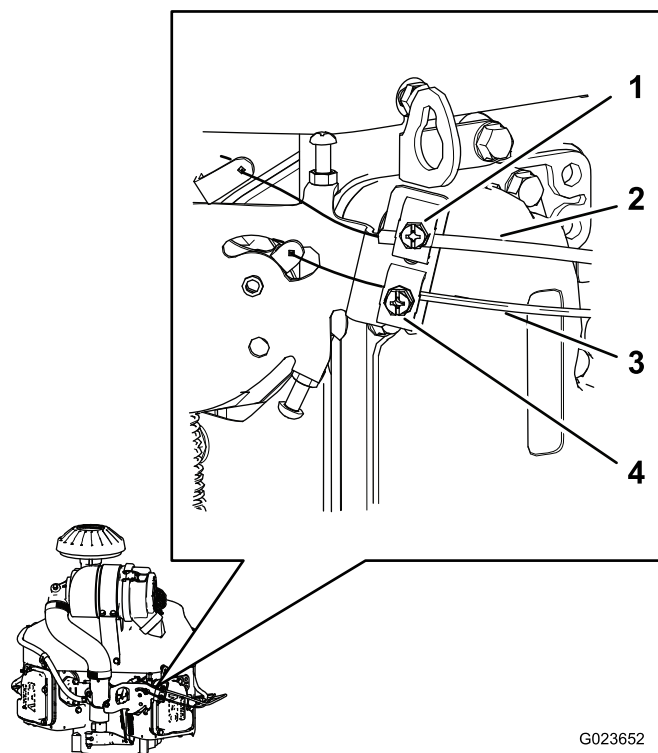

Figura 65
2. Allentate la vite del serrafilo che fissa la sede del cavo dell'acceleratore al motore (Figura 65).
4. Sollevate la sede del cavo dell'acceleratore (Figura 65) in modo da eliminare quasi completamente l'imbando del cavo dell'acceleratore, quindi serrate la vite del serrafilo.
2. Allentate la vite del serrafilo che fissa la sede del cavo dello starter al motore (Figura 65).
5. Sollevate la sede del cavo dello starter (Figura 65) in modo da eliminare quasi completamente l'imbando del cavo dell'acceleratore, quindi serrate la vite del serrafilo.